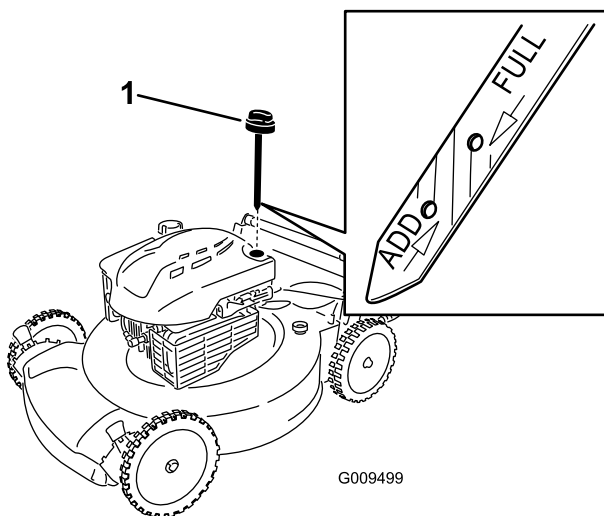

Bild 18
2. Ziehen Sie den Peilstab heraus (Bild 18).
4. Füllen Sie das Öl **langsam** in den Einfüllstutzen ein, um den Ölstand auf die Marke **Voll** am Peilstab anzuheben. **Bild 18 Füllen Sie nicht zu viel ein.** (Max. Füllstand: 0,59 l des Typs: Waschaktives SAE 30-Öl mit der Klassifizierung SF, SG, SH, SJ, SL oder höher durch das American Petroleum Institute (API).)